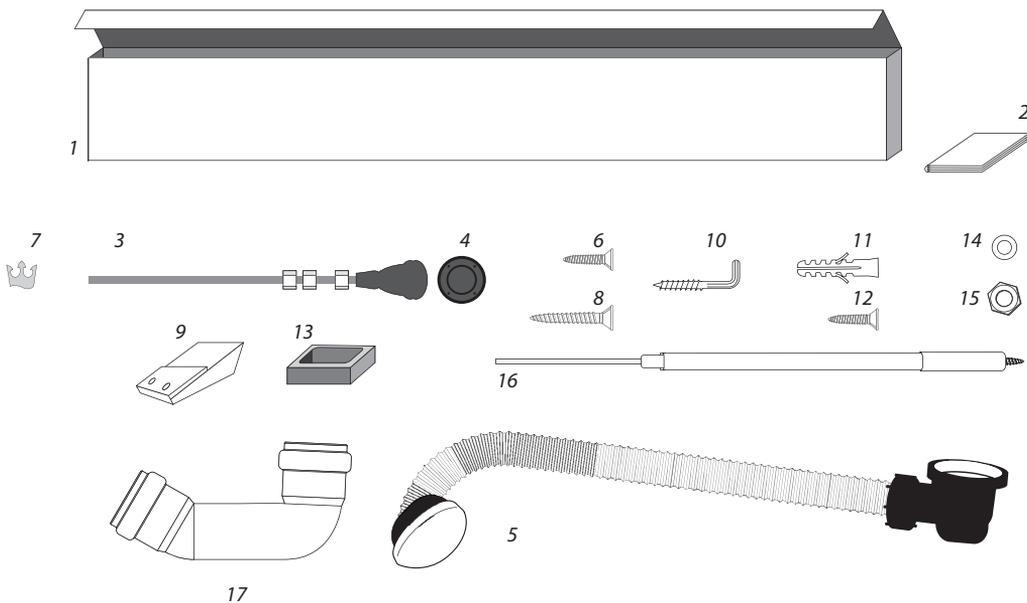

Рис.6. Установочный комплект
1. Распакуйте коробку с установочным комплектом и сверьте его содержимое с рис. 6 и таблицей 3.